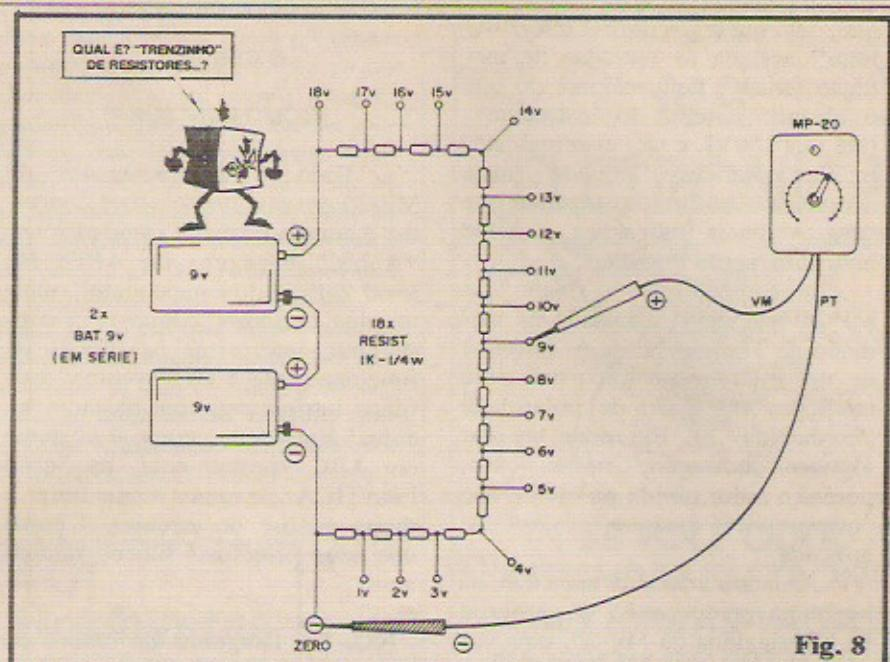

Fig. 8
FIG. 8 - Método mais “científico” de fazer a calibração... O Leitor/“Aluno” precisará de duas baterias “tijolinho” de 9V, ligadas em série, de modo a totalizar 18V. Além disso, 18 resistores de 1K x 1/4W deverão ser dispostos em “fila” (ligação em série, portanto...), conforme ilustra o diagrama e com tal “elo” fechando os contatos extremos da alimentação de 18V. Com tal disposição, teremos, no “topo” de cada resistor, tensões nitidamente demarcadas, a intervalos de 1V, que poderão ser usadas com suficiente precisão para a marcação da escala da MP-20! Para simplificar as operações, a ordem dos trabalhos deve ser a seguinte:
- A - Com a MP-20 devidamente energizada pela sua bateriazinha de 9V (notem que a MP-20 sequer tem um interruptor “liga-desliga”, simplesmente porque, quando não em uso, o consumo de energia situa-se próximo de “zero”...), aplicar a ponta de prova PRETA ao ponto “zero”, correspondente ao “começo” da “fila” de resistores, e ao terminal negativo da bateria “de baixo”, na fig. 8...